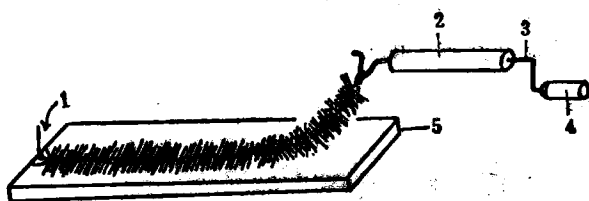

图8 简易蜈蚣旗制旗器
2. 作法 将长 6.6—8 米麻绳(或桑皮绳)一根,对折挂在蜈蚣簇绞制铁钩上,另一端固定在其他物体上,然后将稻草节从绞簇器一端开始,夹在两根绳子的中间,一般每 30 厘米长内夹稻草 100—110 根为当,夹好后一人不断地慢慢摇动绞簇器,另一人不断将踏着稻草的脚向后移动,这样一边摇,一边后退,一直到末端,即可绞制成一条象蜈蚣的簇具。打一条 3.3 米长的稻草蜈蚣簇,约需光稻草 1 公斤左右。制簇器如图 8。